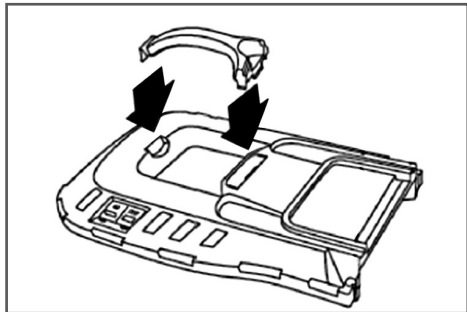

Рис. 6 Установка ручки травосборника
- Установите ручку травосборника (Рис. 6).